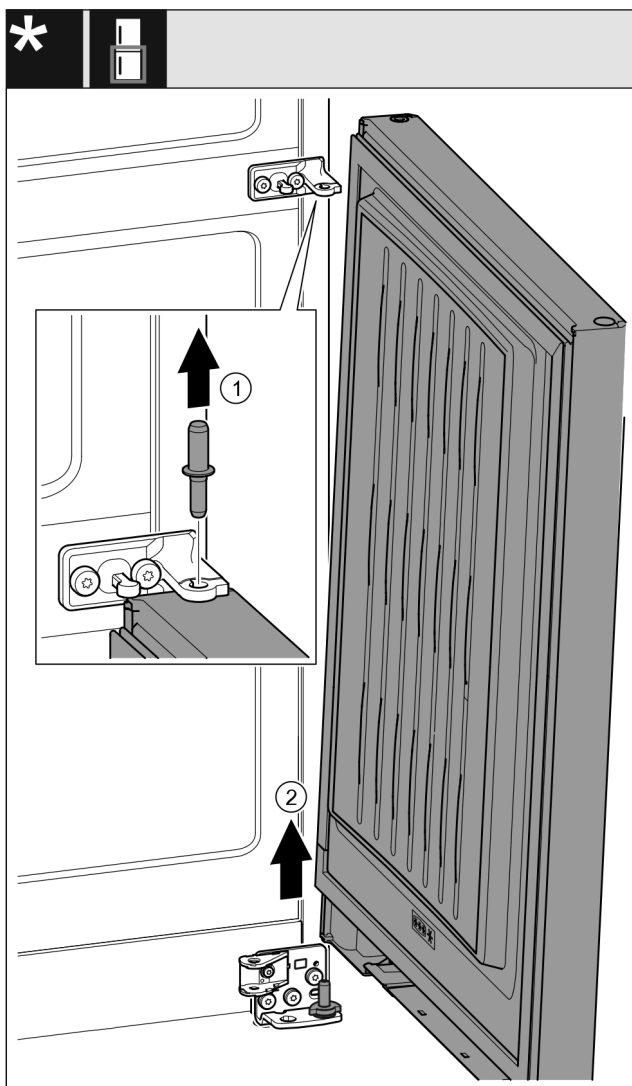

Fig. 23 *
- ▶ Sortir le boulon par le haut. *Fig. 23 (1)**
- ▶ Faire pivoter la porte vers l'extérieur, la tirer vers le haut et la mettre de côté. *Fig. 23 (2)**